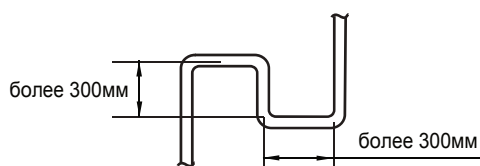

Рис.5.3
3. Если наружный блок выше внутренних и перепад более 20м, То рекомендуется установить маслоподъемные петли через каждые 10м на главной трубе. Пример петли на рис. 5.3